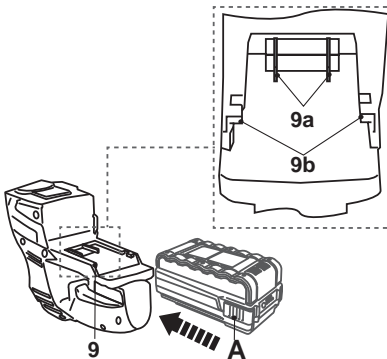

Fig.2
- > Alignez la batterie (A) avec les rainures situées dans le port puis faites-la coulisser jusqu'à ce qu'elle se verrouille en position.(Fig.2)